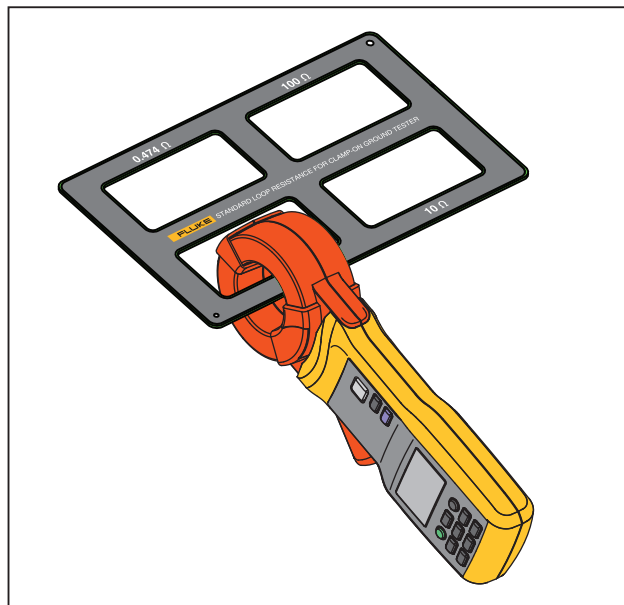

Figure 9. Résistance de boucle standard
1. Positionnez la mâchoire sur la résistance de boucle standard. Voir la Figure 9.